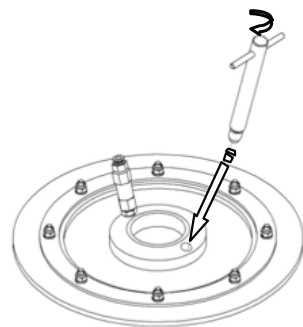

Fig. 7
- Quando observe que sai material pelo orifício de purgado do prato introduza de novo a vareta de purgado e parafuse totalmente (Fig. 7).